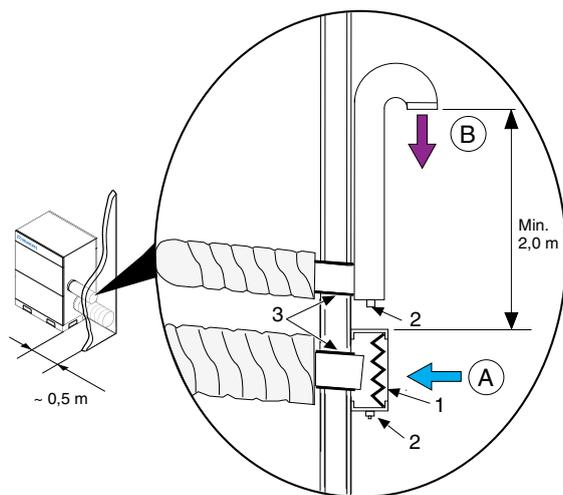

Figure 4.1 Entrée d'air de régénération et sortie d'air humide
- Pour empêcher l'humidification de l'air de régénération entrant par l'air humide en sortie, la sortie d'air humide doit être placée au minimum à 2 mètres de la prise d'air de régénération. Voir *Figure 4.1*.